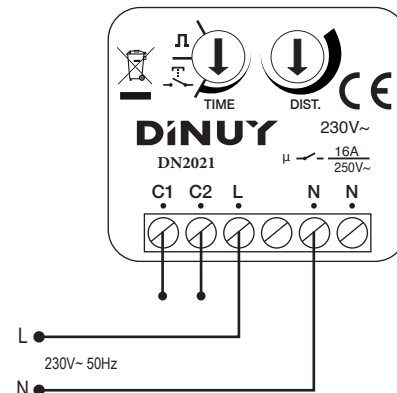

Fig. 2
- Fig. 2: using the output as a voltage-free contact.
- Fig. 2: utgangen benyttes som spenningsfri kontakt.